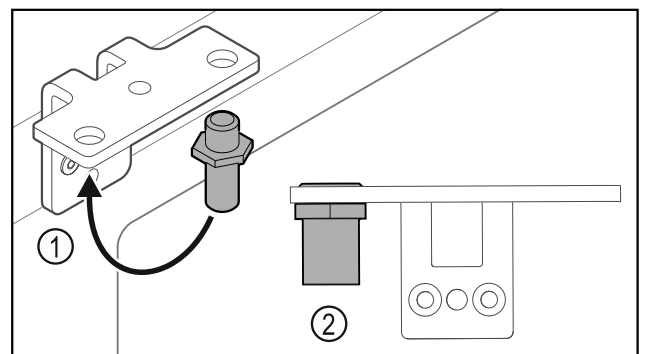

Fig. 37
- ▶ Sett om bolten Fig. 37 (1) i hengselvinkelen.
- ▶ Trekk til bolten Fig. 37 (2) med **et tiltrekingsmoment på 12 Nm.**